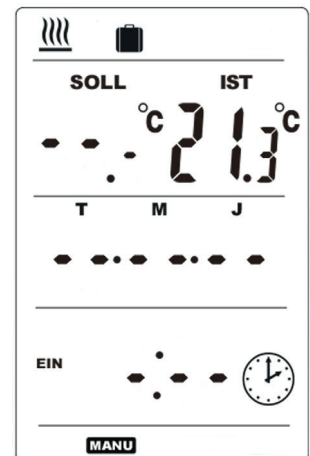

Abb. 14 Urlaubsmodus
2. Mit **+/-** den Modus **URLAUB**  einstellen (Abb. 14).